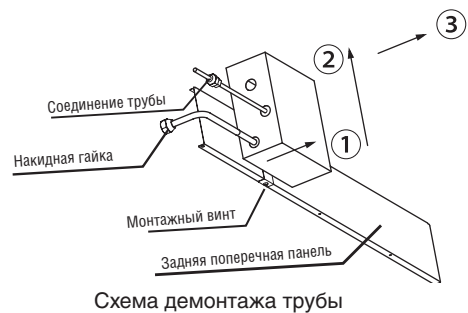

Рис. 6-6
- Извлеките электронно-расширительный клапан, как показано на рис. 6-6.